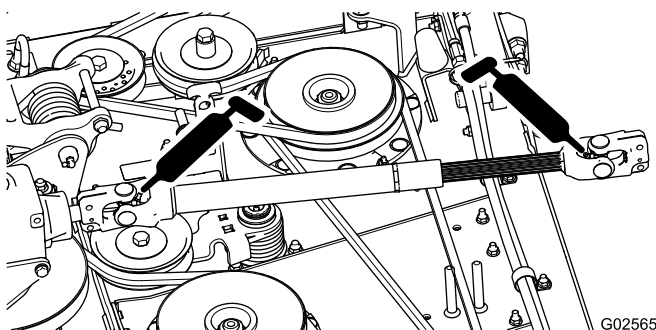

Figura 16
- Albero di trasmissione PDF (2) (Figura 16)